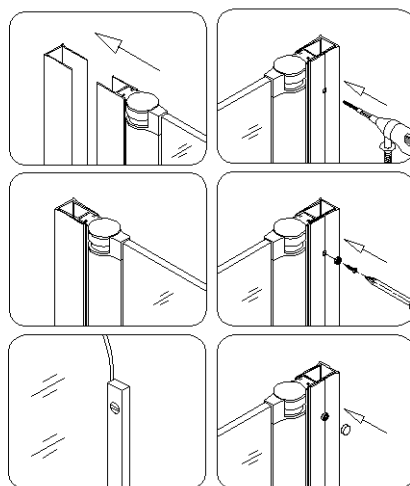

Рис. 4
4. Вставьте собранную душевую дверь (02) в настенный профиль. Выровняйте ее строго вертикально и просверлите отверстия сквозь настенный профиль. Закрепите все при помощи шурупов с круглой головкой ST4.2×16 (05), которые закройте декоративными заглушками (06). Рис. 4, 5.